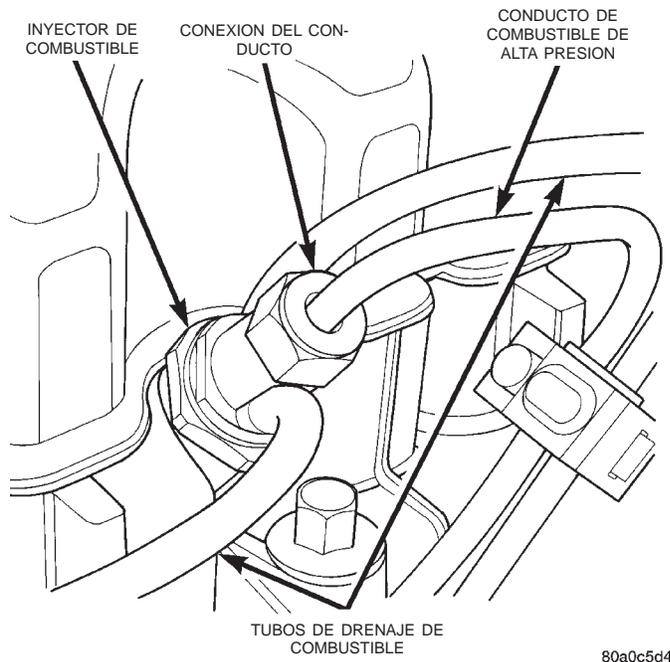

Fig. 39 Conductos de combustible en los inyectores de combustible
(1) Desconecte el cable negativo de la batería
(2) Retire las abrazaderas necesarias que fijan los conductos al motor.
(3) Limpie la zona alrededor de cada conexión del conducto de combustible. Desconecte cada conducto en la parte superior de cada inyector de combustible (Fig. 39).